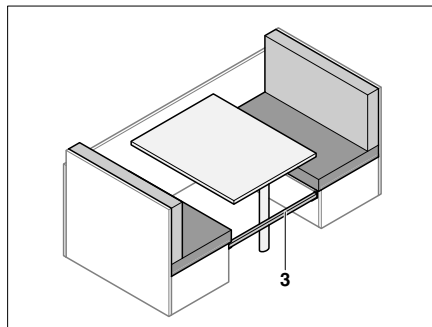

Fig. 60 Placer la plaque de renforcement
- Placer la barrette supplémentaire (Fig. 60,3) entre les banquettes.